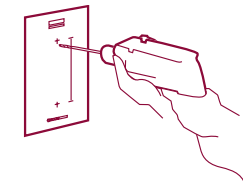

Fig. 4
- Breng het kleefsjabloon op de wand aan en maak met de boormachine en een muurboor met een diameter van 5 mm gaten in de wand, in de punten die op het sjabloon zijn aangegeven. (fig. 4)